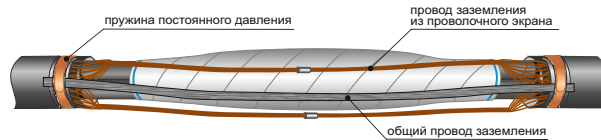

Рис. 12
18. Удалите временные бандажи с отогнутых проволок экрана обоих соединяемых кабелей. Соберите вместе и сплетите проволоки экрана соединяемых концов кабелей в три жуга. Обрежьте лишние концы сформированных жгутов из проволок экрана на необходимую длину и произведите их соединение по выбранной Вами технологии (например, с помощью медных гильз методом опрессовки) (рис.12).
19. Для кабеля с броней. Проложите общий провод заземления поверх намотанной экранной ленты и закрепите его с помощью пружин постоянного давления на бронелентах соединяемых кабелей. Предварительно поверхности бронелент зачистите и обезжирьте. При необходимости, излишки провода заземления обрежьте (рис.12). Максимально стяните жилы кабеля, соединенные проводочные экраны и провод заземления с помощью общего бандажа из изоляционной ленты.